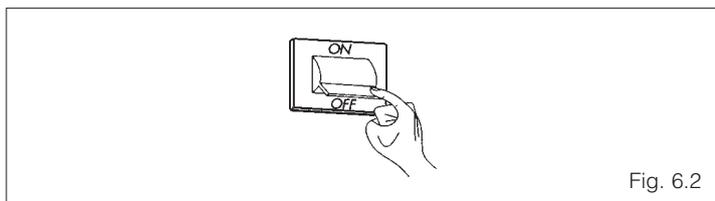

Fig. 6.2
- posizionare l'interruttore generale dell'impianto su "spento" (fig. 6.2)